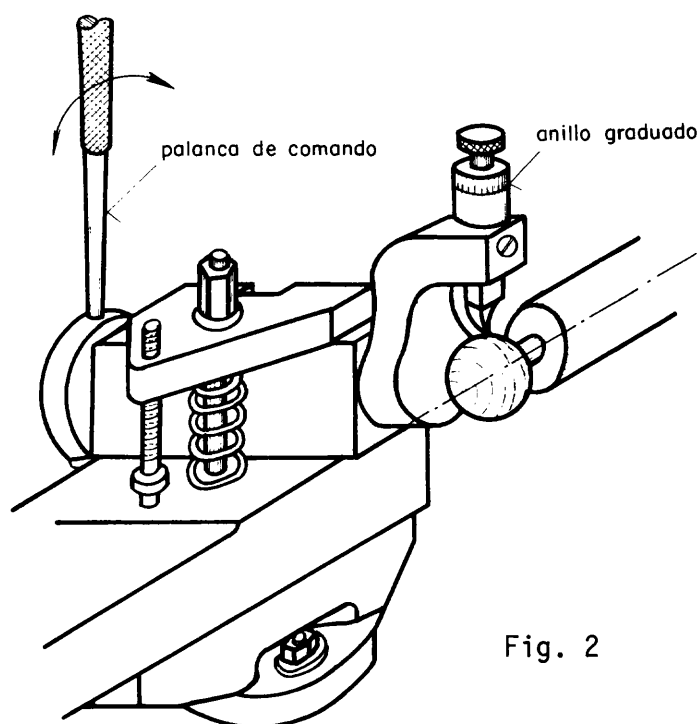

Fig. 2
- 4º Paso *Instale el aparato de tornear esférico (fig. 2).*